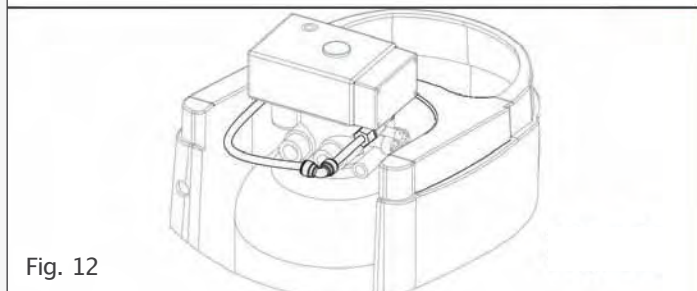

Fig. 12
- C: Fije la tuerca en la conexión de salmuera. (Fig. 12)